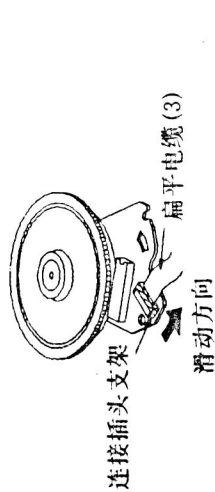
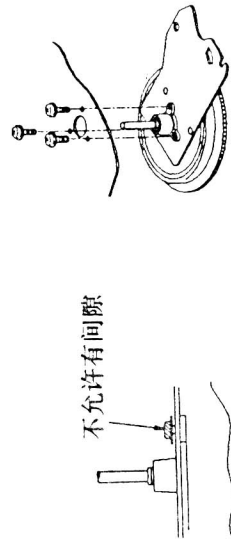

图63
图64
步骤: ①将录像机倒置,如图63所示,取下F/L皮带、带盘皮带、凸轮开关的扁平电缆插头FFC(3)、机构副电路板的扁平电缆插头FFC(5);
②将录像机置于正常位置,取下单元主电路板上的扁平电缆FFC(6),然后拔下从机构主继电器电路板到F/L的连接插头扩展线;
③旋下螺丝(9)和(10),并取下机构主继电器电路板[注意螺丝(9)和(10)不一样,不能互换使用];
④如图64所示,沿箭头所示方向滑动连接插头支持架,从主导轴马达上取下扁平电缆FFC(3);